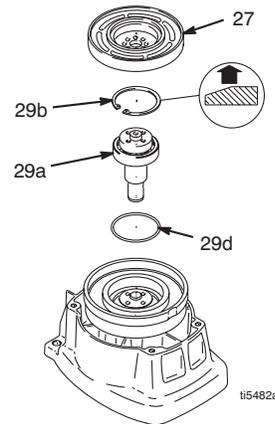

图 6
6. 图 6. 卸下锁紧环 (29b)。
7. 图 6. 用塑料棒敲入小齿轮轴 (29a)。